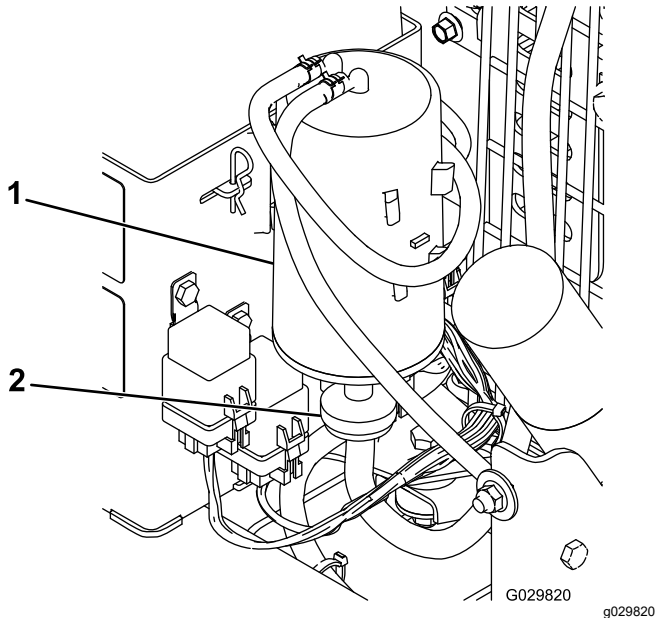

Figura 14
2. Retire y deseche el filtro de aire del cartucho de carbón (Figura 14)